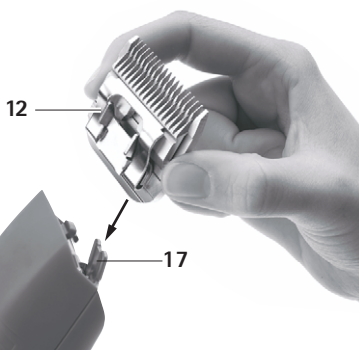

Fig. 2
- Sätt klipp huvudet 12 på det öppna knivlocket 17, se Fig. 2.
- Tryck klipp huvudet 12 lätt mot klippmaskinen DURATI, se Fig. 2. Klipp huvudet 12 snäpper hörbart fast.